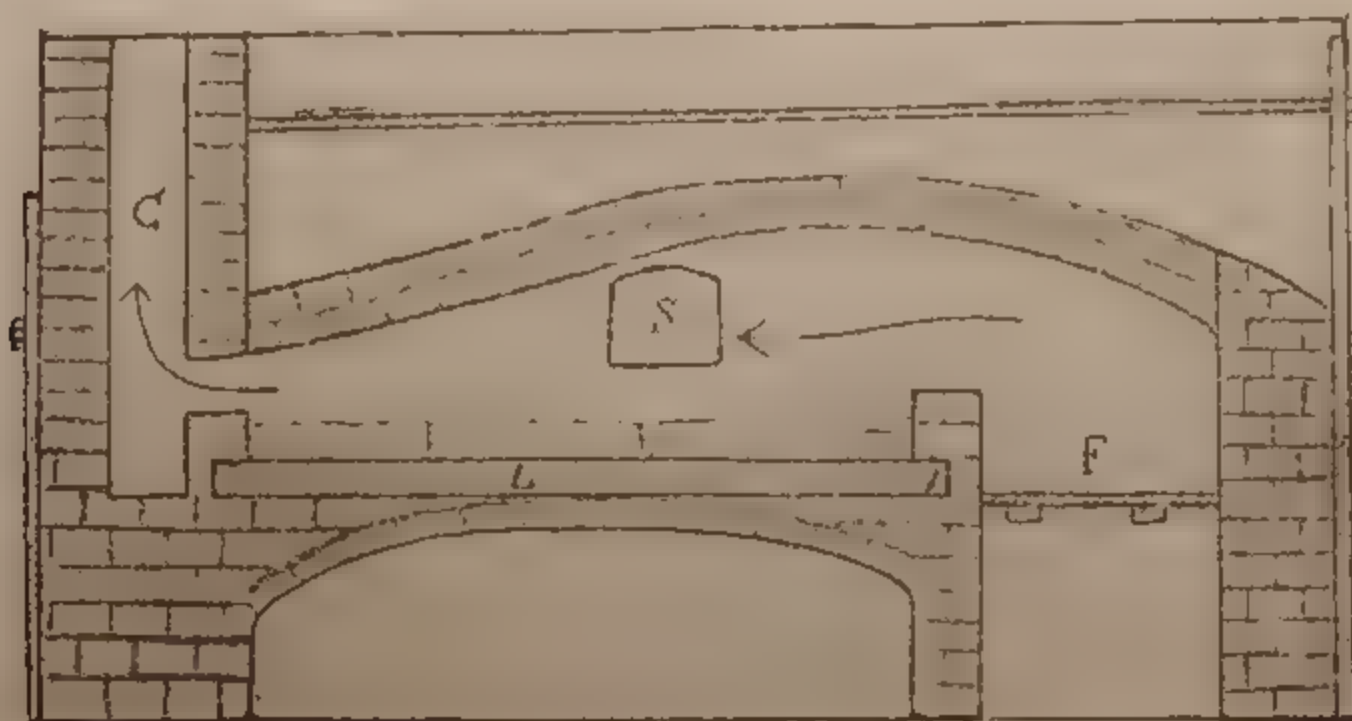

FIG. 161. - Schema di forno a riverbero.
**Ferro dolce.** — I. **METALLURGIA CON FORNI A RIVERBERO.** — Per ottenere il comune ferro, bisogna liberare la ghisa dalla maggior parte delle impurezze specialmente dal carbonio perchè il ferro non deve contenere più del 0,2% di carbonio. Ciò si ottiene scaldando la ghisa in speciali forni, detti *forni a riverbero* (fig. 161), perchè in essi le fiamme e i gas caldi del focolaio (F), piegati dalla volta, lambiscono il materiale disteso sul letto (L) del forno: la ghisa disposta sul letto in pani o in pezzi mescolata con ossido di ferro e scorie di battitura (silicato basico di ferro) viene scaldata fortemente sino a fusione, mentre da uno sportello (S) l'operaio con una lunga asta